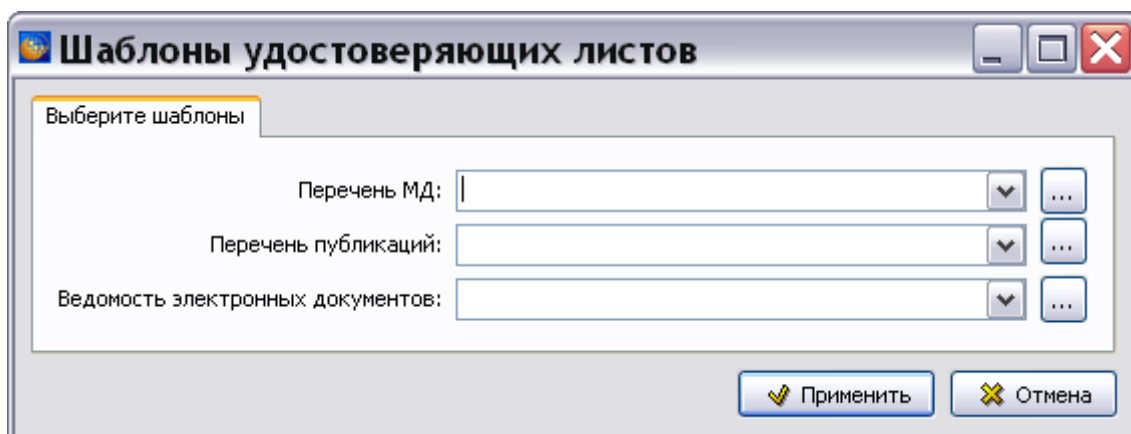

Рис. 21.27
7. **Формировать информационно-удостоверяющий лист.** При выборе этого параметра при экспорте формируется информационно-удостоверяющий лист (файл signature.rtf), содержащий перечень выгруженных версий и значение контрольной суммы публикации. Для выбора шаблона и-у листа нажмите на кнопку **Шаблоны**. В окне **Шаблоны удостоверяющих листов** выберите шаблон из выпадающего списка или загрузите его из файла, нажав на кнопку  (Рис. 21.27).